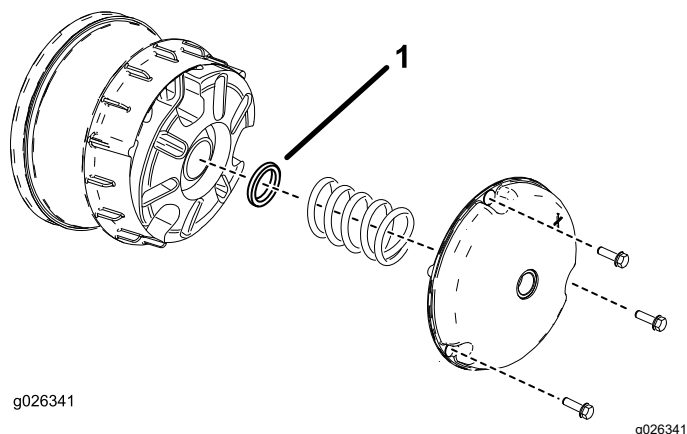

Рисунок 65
- Отверните болты крепления крышки первичной муфты сцепления, как показано на Рисунок 65.